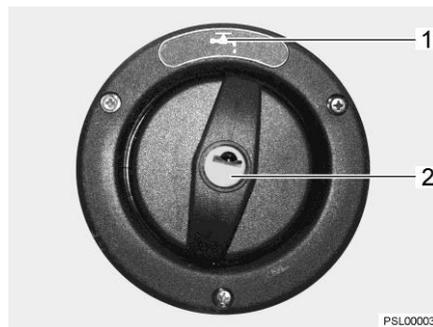

Fig. 81 Tapa de cierre para el tubo de llenado de agua potable
- ▷ El tubo de llenado de agua potable está identificado con el símbolo "☉" (Fig. 81,1).
- ▷ La apertura y el cierre de la tapa de cierre (Fig. 81,2) se describe en el apartado 11.2.